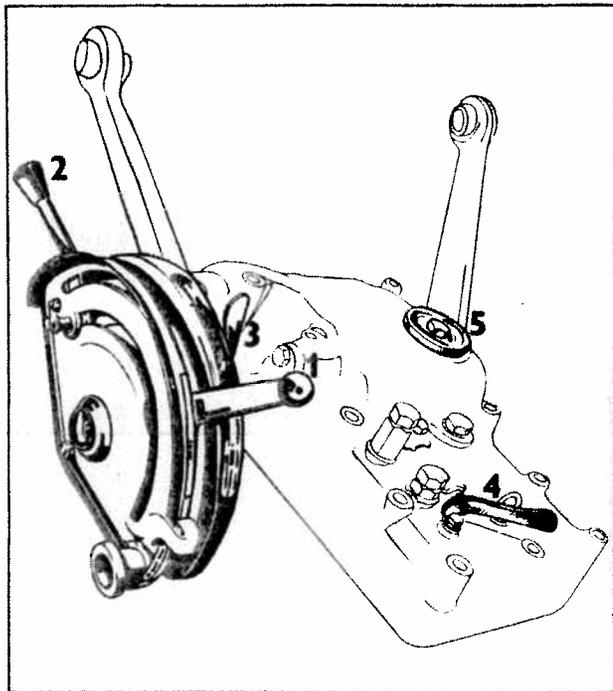

Fig. 6
1. Levier de commande du circuit extérieur de relevage hydraulique (fig. 6/1).
2. Levier de commande du circuit intérieur de relevage hydraulique (fig. 6/2).
3. Levier — selecteur de relevage hydraulique (fig. 6/3)
4. Manette de commande de la vitesse de réaction (fig. 6/4).
5. Bouchon magnétique du filtre à huile de relevage hydraulique (fig. 6/5).